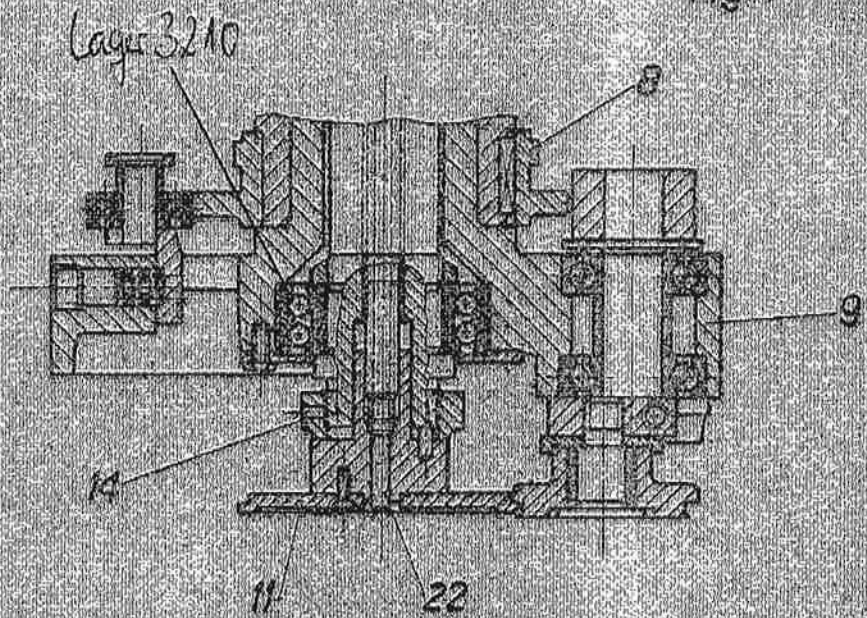

Fig. 2
Die Justierung wird wie folgt vorgenommen: Öffnen Sie die Schutzverkleidung (4) und lösen Sie die Stellschrauben (5) an allen vier Ebenen. Die Verschließrollenhebel (6) sitzen dann locker auf ihren Spindeln. Die mitlaufenden Hebel (7) sind mit „V“ oder „Z“ gekennzeichnet, ebenso wie die Nocken am Mitnehmer (8). „V“ bezeichnet den Vorfalz oder Betriebsfunktion I; „Z“ bezeichnet das Zudrücken oder Betriebsfunktion II. Das Rotorrad sollte von Hand in die angegebene Richtung gedreht werden, bis die mitlaufende Rolle (10) den höchsten Punkt des Nockens am Mitnehmer „V“ erreicht hat. In dieser Stellung werden die mit „V“ gekennzeichneten Verschließrollenhebel (6) gegen den Falzkopf (11) gedrückt. Der korrekte Abstand zwischen Verschließkopf und Verschließrolle wird durch Einführen eines Messdrahtes (12) (Blatt 2 Abb. 2) erreicht. Ziehen Sie die Schrauben sorgfältig an. Wenn die Vorfalzrollen eingestellt wurden, werden die Zudrückrollen justiert (Verschließrollenhebel „Z“ zu Mitnehmer „Z“).